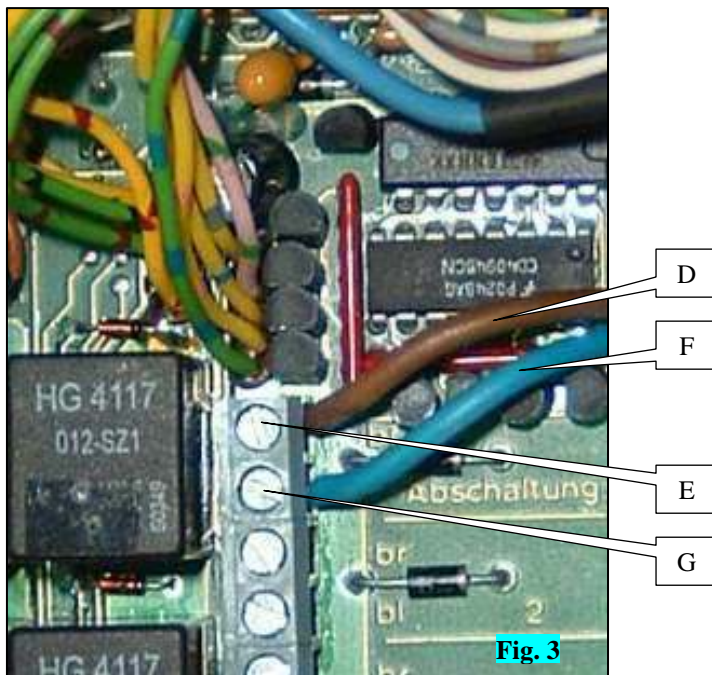

Fig. 3
- Brancher le fil **marron** D sur la borne '**br**' de la coupure n°1 E (fig. 3)
- Brancher le fil **bleu** F sur la borne '**bl**' de la coupure n°1 G (fig. 3)
- Connect **brown** wire D to the '**br**' terminal of cutter n°1 E (fig. 3)
- Connect **blue** wire F to the '**bl**' terminal of cutter n°1 G (fig. 3)
- Conectați firul **maro** D la borna „**br**“ a separatorului nr. 1 E (fig. 3)
- Conectați firul **albastru** F la borna „**bl**“ a separatorului nr. 1 G (fig. 3)